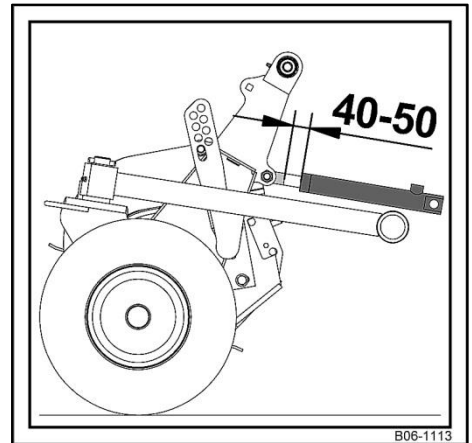

Bild 15: Pick-Up Zylinder
- Anschließend muss das Kontrollmaß der Pick-Up Zylinder, (wie im Bild 15 ersichtlich) überprüft werden und den folgenden Wert aufweisen.